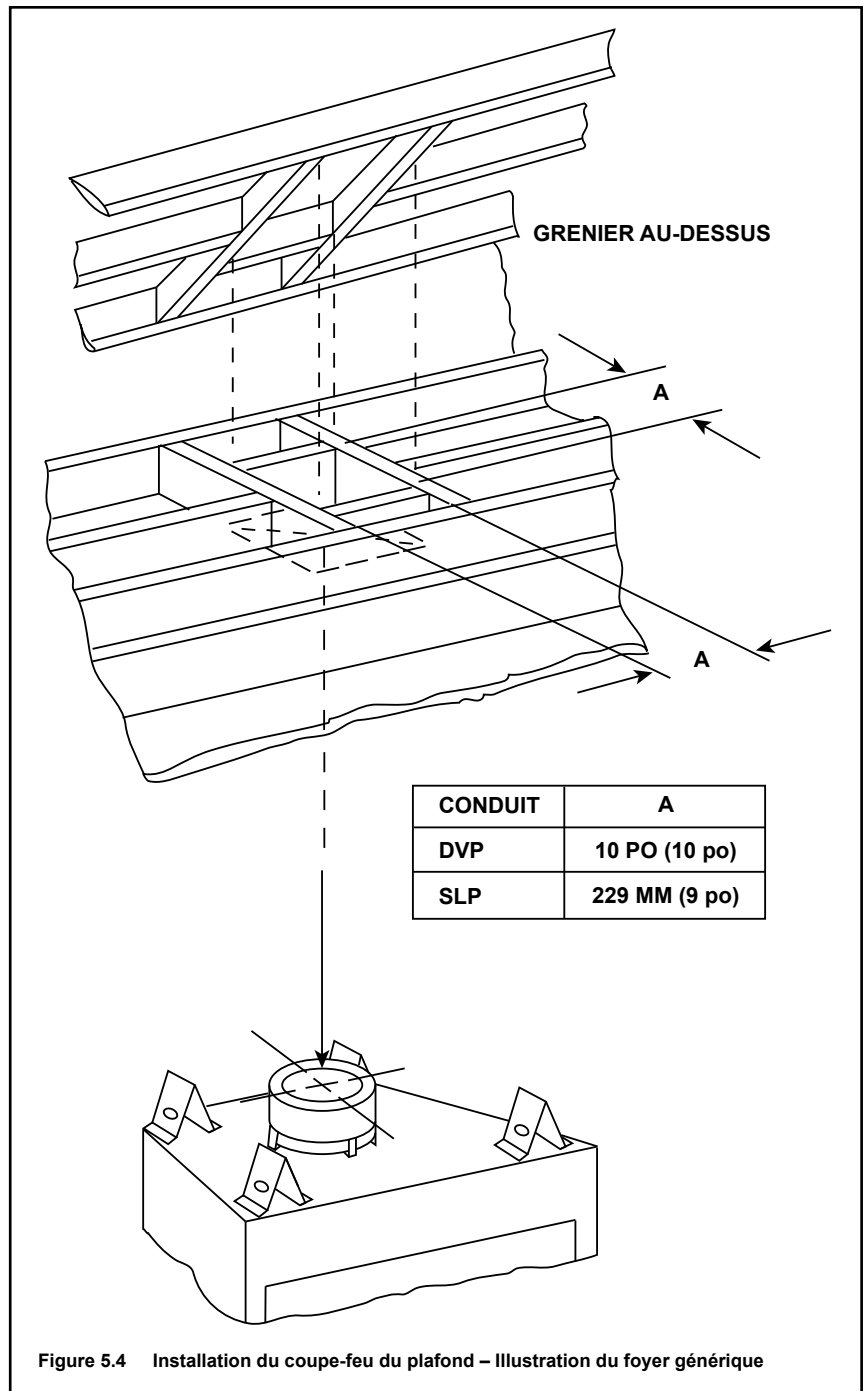

Figure 5.4 Installation du coupe-feu du plafond – Illustration du foyer générique
- **Conduit DVP seulement** – encadrez une ouverture de 254 mm (10 po) par 254 mm (10 po). (254 mm par 254 mm) chaque fois que la ventilation pénètre un plancher/trou (voir la figure 5.4).
- **Conduit SLP seulement** – Ouverture du coffrage 229 x 229 mm (9 po x 9 po). 229 x 229 mm (9 po x 9 po) quand le conduit d'évacuation traverse un plancher/plafond (voir la Figure 5.4).